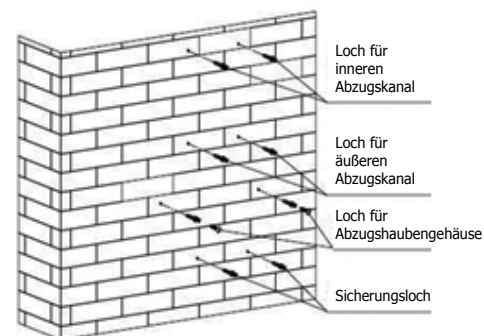

Abb. 2
2. Bohren Sie mit einem Bohrer mit 8 mm Durchmesser acht Löcher an der Stelle in die Wand, an der Sie den Abzugskanal und das Gehäuse der Dunstabzugshaube installieren wollen (siehe Abb. 2).
3. Setzen Sie Dübel in die Bohrlöcher ein und bringen Sie zwei Stützsrauben (ST4\*40 mm) so an, dass Sie 2 mm aus der Wand hervorstehen (siehe Abb. 2).